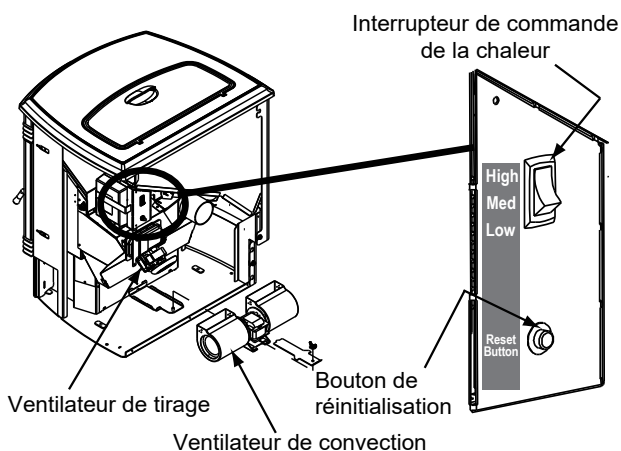
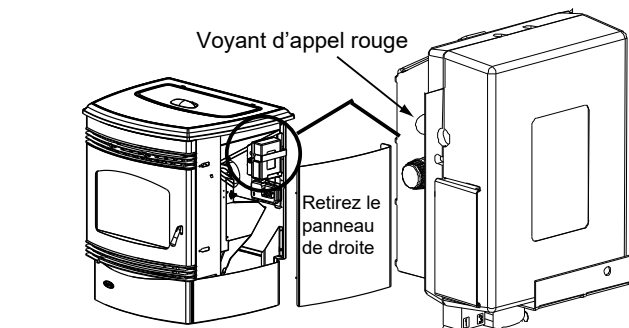

Figure 10.1
Figure 10.2
Cet appareil est doté d'un interrupteur de commande du chauffage à trois positions ou taux de combustion : bas, moyen et élevé. L'appareil se met en marche ou s'arrête quand le thermostat le demande. Quand le thermostat demande de la chaleur, l'appareil démarre toujours sur le taux de combustion prédéfini. Si l'appareil est réglé à l'un des réglages, il sera plus silencieux, mais prendra plus de temps pour chauffer la pièce qu'à un taux de combustion plus élevé. Peu importe le taux de combustion, l'appareil s'arrête quand la température de la pièce correspond au réglage du thermostat (Figure 10.1).
3. Localisez l'interrupteur de contrôle de l'intensité du chauffage situé au dos de l'appareil du côté droit supérieur (Figure 10.1). Réglez-le à « élevé » en enfonçant l'extrémité de l'interrupteur de contrôle, puis réglez le thermostat sur la température maximum. Retirez le panneau de droite et le voyant d'appel rouge situé à gauche de la boîte de commande s'allumera (Figure 10.2). Cela indique que le thermostat effectue un appel de chaleur.
3. L'appareil peut parfois brûler tout le combustible et s'arrêter automatiquement (**Figure 10.2 on page 10**). Dans ce cas, le voyant d'appel rouge s'allume (**Figure 10.1 on page 10**). Pour remettre en marche, remplissez la trémie et pressez le bouton de réinitialisation. Le voyant d'appel rouge s'éteint quand vous pressez le bouton de réinitialisation. Le voyant se rallume quand vous relâchez le bouton. Vous devez voir des flammes apparaître après un court instant. Si ce n'est pas le cas, suivez les instructions de la rubrique **Allumage de votre premier feu** à la **page 10**.